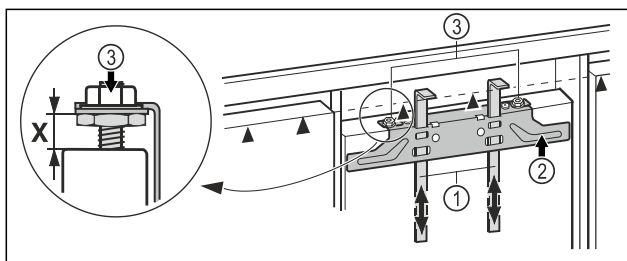

Fig. 44
- ▶ Shtyni lart ndihmëset e montimit Fig. 44 (1) në lartësinë e derës së mobilies. Buza e poshtme ndaluese ▲ e ndihmës së montimit = Buza e sipërme e derës së mobilies për montim.
- ▶ Lironi traversën e mbërthimit Fig. 44 (2) nëpërmjet kundërdadove Fig. 44 (3).